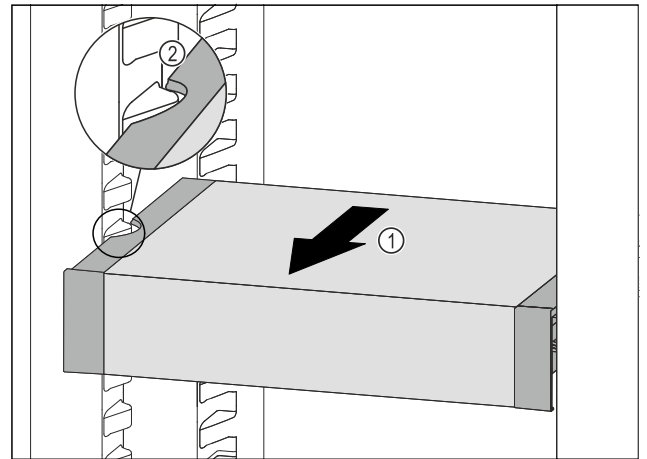

Fig. 80
- ▶ VarioSafe naar voren trekken Fig. 80 (1), tot de uitsparingen aan de zijkant van de VarioSafe zich ter hoogte van de rib in het koelgedeelte bevinden. Fig. 80 (2)